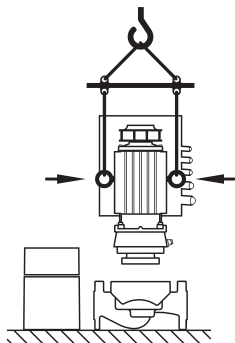

Fig. 25: Takma kitinin nakliyesi
- Nakliye halkaları motor flanşından sökülmüş/sökülecek ve motor gövdesine takılmış/takılacak ise yalnızca takma kitinin taşınması/nakliyesi (Fig. 25) için kullanılmalıdır. Asla tüm pompanın taşınması ya da takma kitinin pompa gövdesinden ayrılması için kullanılmamalıdır (mesafe tutucunun daha önce gerçekleştirilen sökme işlemine ve akabinde gerçekleştirilen montajına dikkat edin).